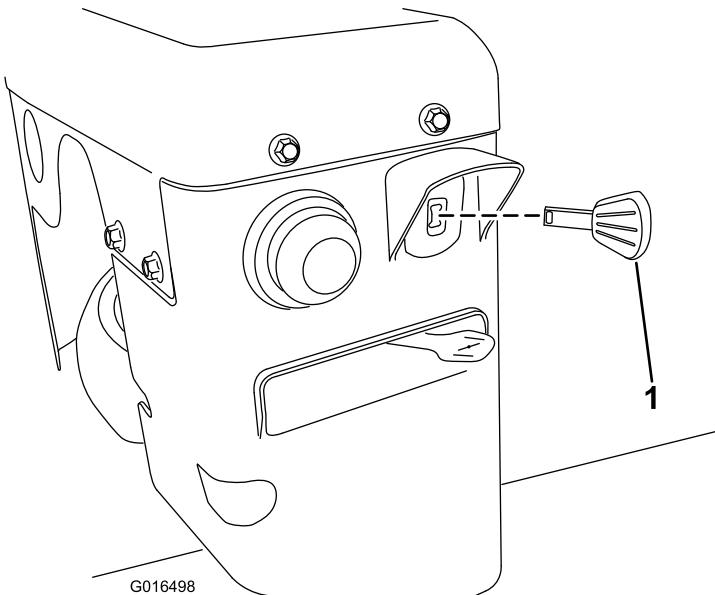

Figure 22
3. Insérez la clé de contact à fond (Figure 22).